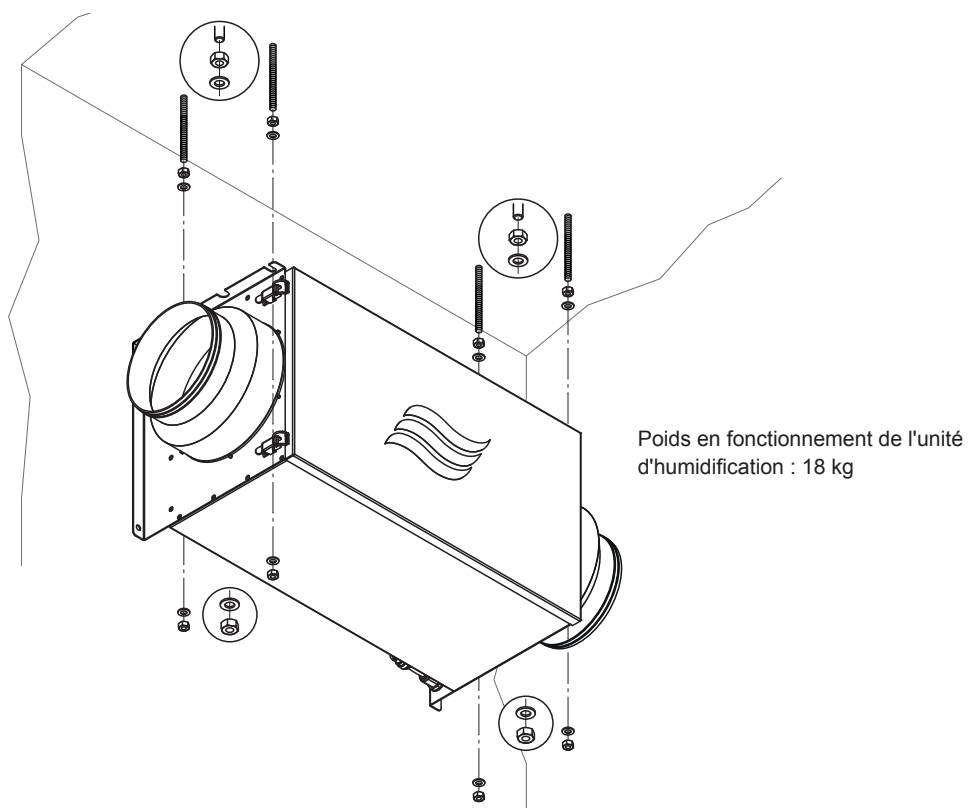

Fig. 8: Fixer le caisson de l'humidificateur aux tiges filetées
2. Fixer le caisson de l'humidificateur aux tiges filetées via des équerres de caisson avec les écrous M8 et les rondelles, comme illustré dans Fig. 8.